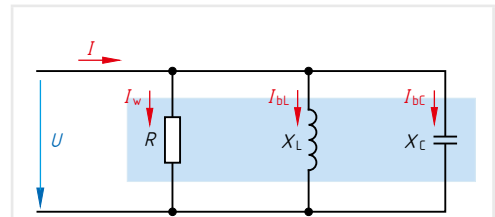

Bild 4: Parallelschaltung aus R , X_L und X_C
8. Eine Ersatzschaltung (**Bild 4**) liegt an 230 V, 50 Hz und besteht aus einem Widerstand mit $R = 120 \Omega$, einer Spule mit der Induktivität $L = 680 \text{ mH}$ und einem Kondensator mit der Kapazität $C = 8,2 \mu\text{F}$.